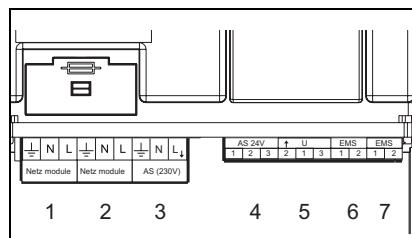
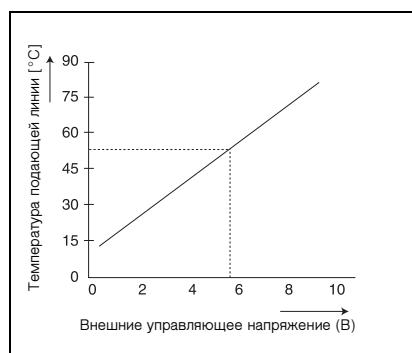
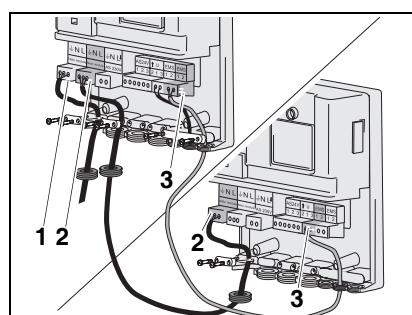

Рис. 2 Подключения
Рис. 3 Диаграмма 0 – 10В
Рис. 4 Два соединенных между собой модуля, сетевое подключение
Соедините контакты подключения EMS (рис. 2, поз. 6) на EM10 2-жильным кабелем с контактами RC (или  отопительного котла (возможно параллельное подключение к регулятору температуры).
a) Через контакты AS 24B (рис. 2, поз. 4).
b) Через контакты AS 230B (рис. 2, поз. 3). Здесь можно подключить, например, сирену или сигнальную лампу. При возникновении неисправности эти контакты находятся под напряжением 230 В переменного тока.
С помощью сигнала 0-10 В постоянного тока (рис. 2, поз. 5) возможно регулирование по температуре подающей линии или мощности котла (рис. 3).
Этот вид регулирования активируется, когда перемкнуты клеммы 1 и 3. См. рис. 2, поз. 5 и электросхему на стр. 47. EM10 задает отопительному котлу через сигнал 0-10 В мощность в процентах (см. таблицу 2).
Имеется возможность соединить между собой несколько различных модулей (например, EM10 и VM10). У двух или трех модулей можно соединить сетевые контакты (рис. 4, поз. 2) и контакты EMS (рис. 4, поз. 3).
- Подключите регулятор температуры Logamatic RC к контактам EMS (рис. 4, поз. 3).
- Подключите модуль к сети 230 В переменного тока (рис. 2, поз. 1 и рис. 4, поз. 1).